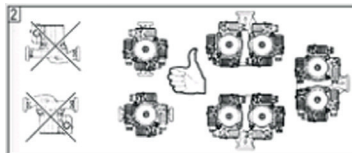

Рис. 2
5. Монтаж производить таким образом, чтобы на насос не передавались механические напряжения от трубопроводов. Вал насоса должен располагаться горизонтально. Положение соблюдать, как указано на (рис.2);